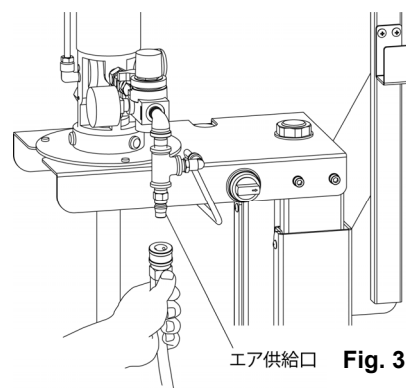

Fig. 3
- 4) コンプレッサーからのエアホースにエアカブラーを取り付け、ホースバンドなどで固定してください（Fig. 3）